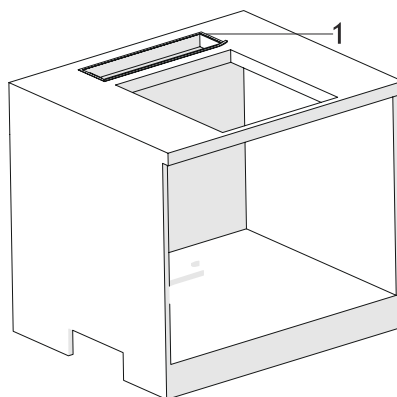

Fig. 10
2. ➤ Placera tätningslisten runt det utskurna hålet i bänkskivan (Fig. 10).